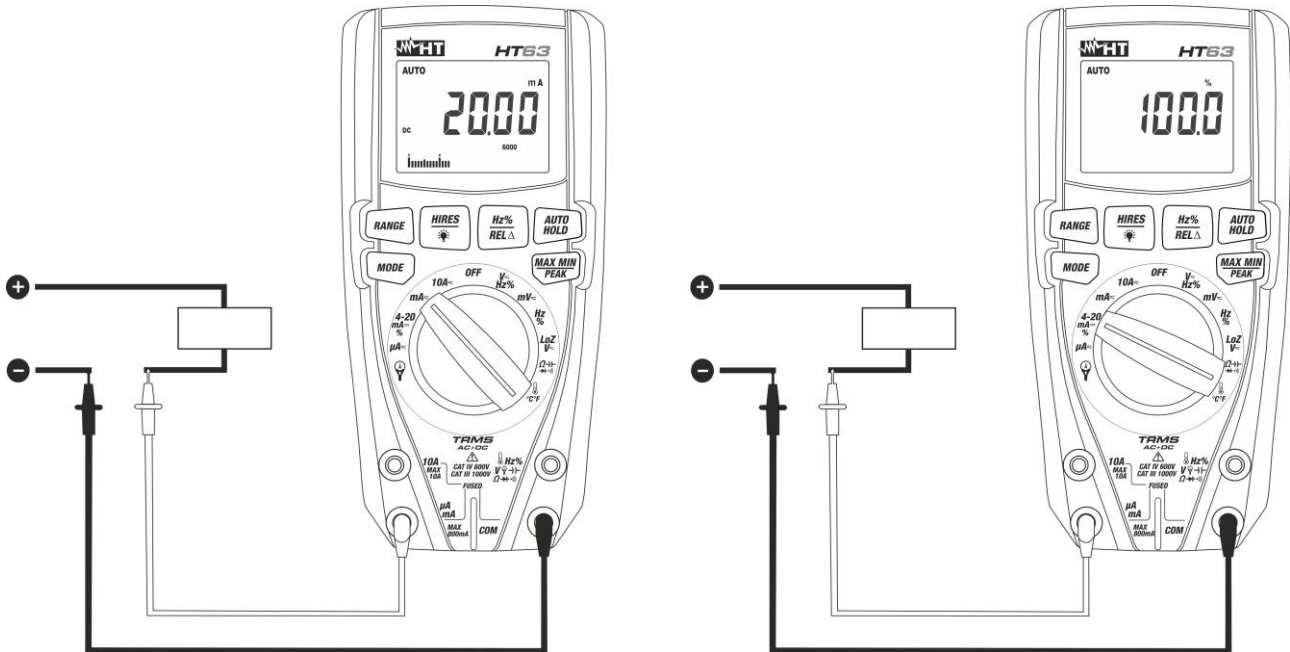

Fig. 10: Utilisation de l'instrument pour la mesure de courant DC et la lecture 4-20mA%
4. Connecter l'embout rouge et l'embout noir en série au circuit duquel on veut mesurer le courant en respectant la polarité et la direction du courant dont à la Fig. 10.
6. La valeur du courant DC (voir Fig. 10 – partie gauche) s'affiche à l'écran
7. La valeur de la lecture 4-20mA% (0mA = -25%, 4mA = 0%, 20mA = 100% e 24mA = 125%) (voir Fig. 10 – partie droite) s'affiche à l'écran. Le diagramme à barres analogique n'est pas actif dans cette fonction
9. L'affichage du symbole "-" sur l'écran de l'instrument indique que le courant a une direction opposée par rapport à la connexion de Fig. 10.